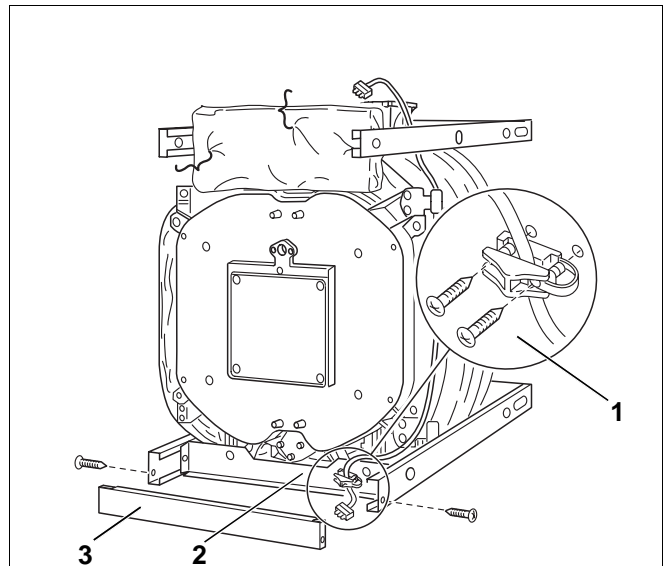

Рис. 40
- Устройство для снятия натяжения кабеля горелки (рис. 40, поз. 1) закрепить винтами на нижней поперечной траверсе слева или справа в зависимости от того, как закрывается дверь (рис. 40, поз. 2 – дверь горелки закрывается справа).
- Переднюю цокольную планку (рис. 40, поз. 3) установить спереди в нижние продольные траверсы и закрепить ее к ним винтами.